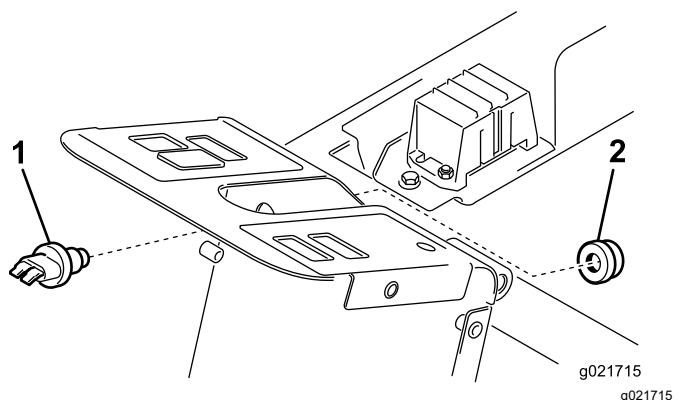

Figura 6
3. Fissate l'interruttore dell'avvisatore acustico sul piantone inserendovi il pulsante dell'avvisatore acustico in gomma (Figura 6).
2. Inserite l'interruttore dell'avvisatore acustico nel foro del piantone dello sterzo (Figura 6).